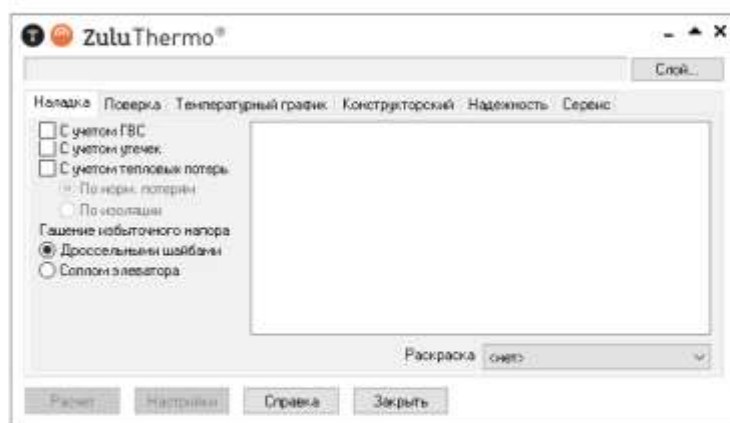

Рисунок 15.1. Окно теплогидравлических расчетов
1. Выполните команду главного меню Задачи\ZuluThermo или нажмите кнопку  панели инструментов. Откроется диалог теплогидравлических расчетов (смотрите Рисунок 15.1. «Одно теплогидравлических расчетов»).